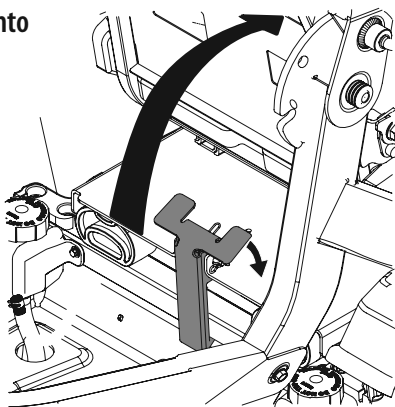

Figura 17
4. Gire todo el conjunto del asiento hacia arriba. Vea la Figura 17.